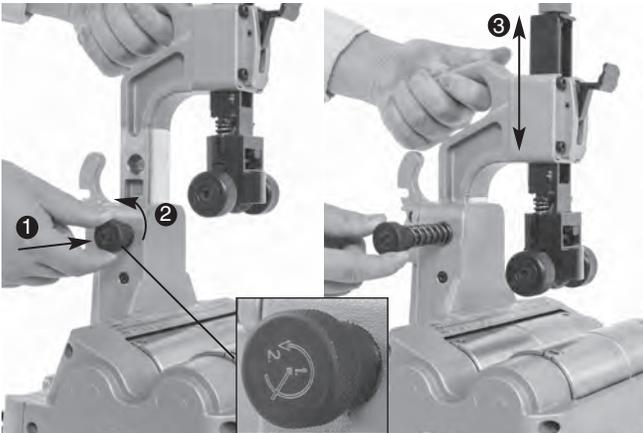

图 6 - 尺寸快速调整
1. 在割刀内无管时，抓住手柄，轻轻按压旋钮来释放销 ①，并略微朝逆时针方向旋转 ②。旋钮为压簧式并会收回，以控制旋钮的运动。见图 6。
2. 使用握柄，将头移动到所需位置 ③。